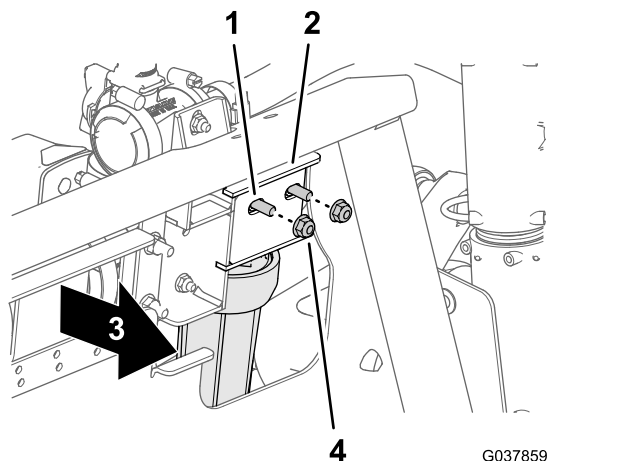

Bild 62
- Entfernen Sie vorne an der linken Seite der Ventilbefestigung die zwei Sicherungsbundmuttern (5/16"), mit denen der Druckfilter an der Verteilerhalterung befestigt ist (Bild 62).